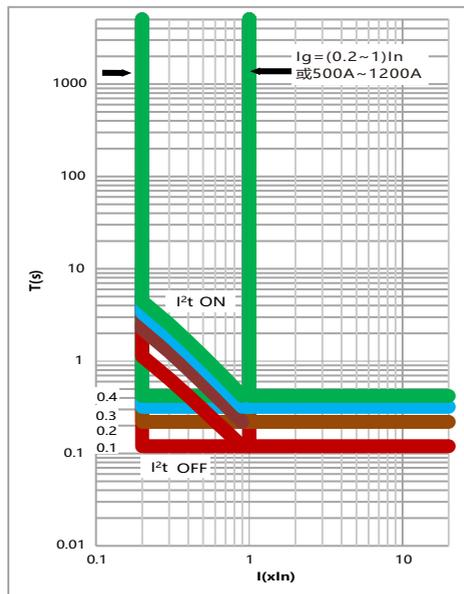

图2 接地保护特性曲线
4.2.5.1 接地保护具有定时限保护特性 (M、A 型)、定时限+反时限保护特性(P、H型)，见图2